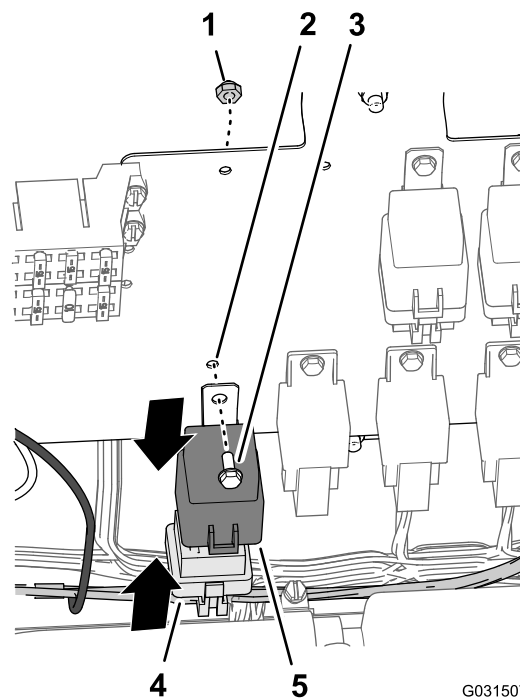

Figure 201
1. Sur la branche compartiment moteur de 197 cm du faisceau, alignez le relais et le connecteur à 5 douilles du faisceau du kit de finition (Figure 201).
2. Insérez les broches du relais dans les douilles du connecteur (Figure 201).
3. Alignez le trou dans la patte de montage du relais et le trou dans le panneau de câblage (Figure 201).
4. Fixez le relais au panneau (Figure 201) au moyen du boulon à embase (n° 10 x 1/2") et du contre-écrou (n° 10).